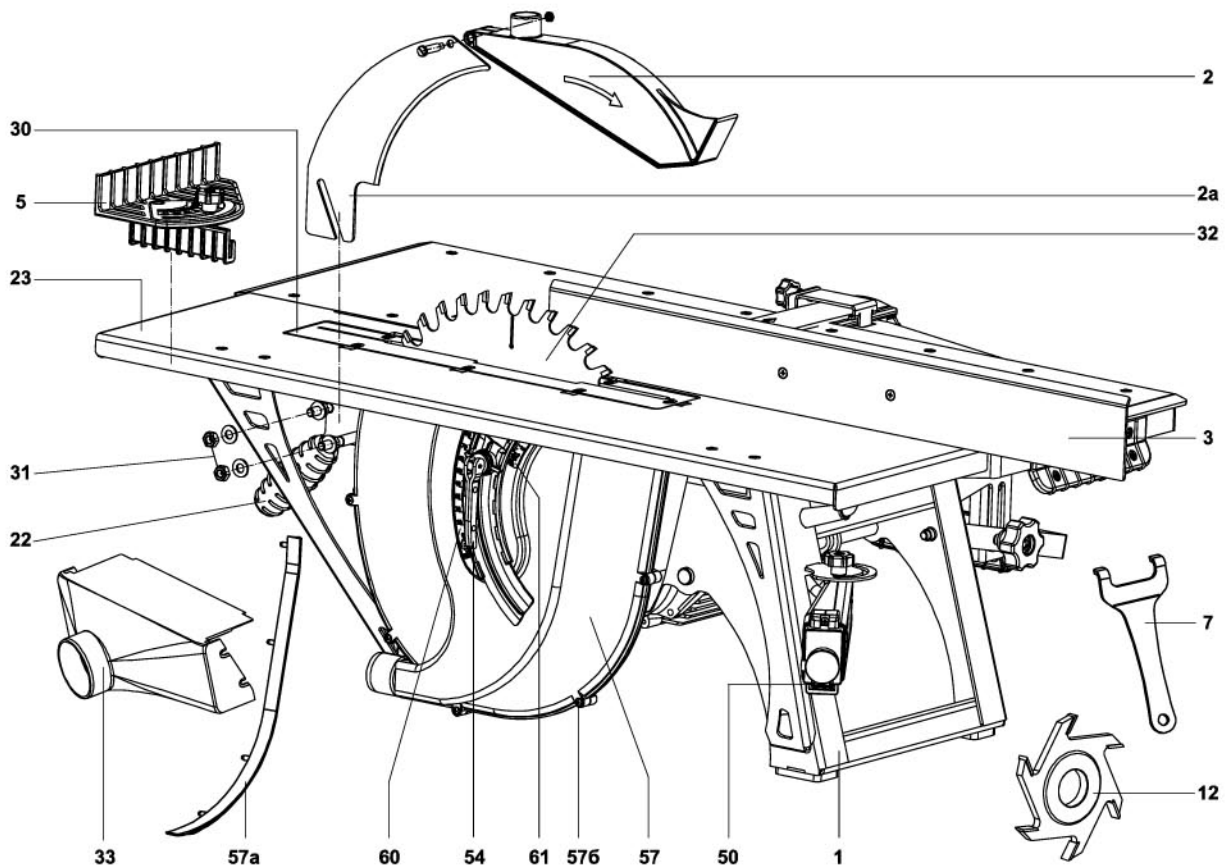

Рисунок 1
- патрубок диаметром 63 мм на кожухе для удаления стружки при строгании 33 (рис. 1);
- патрубок диаметром 38 мм на кожухе пильного диска 57 (рис. 1);
- патрубок диаметром 28 мм на ограждении пильного диска 2 (рис. 1).